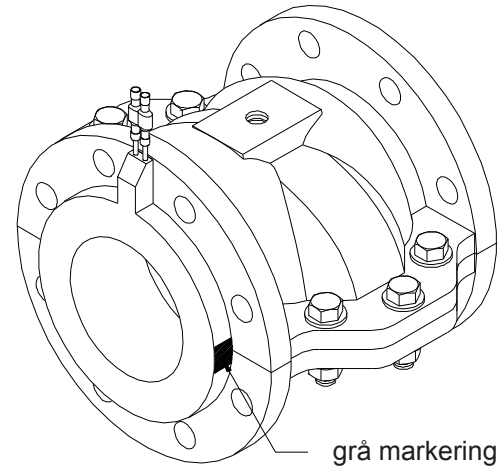

Bild 2-1: justering av plastslangen
- 2) De grå/vita markeringarna på plastslangens yttre fläns måste vara riktade mot ventilhusets öppning. Högsta tillåtna avvikelse är 5° (se bild 2-1).